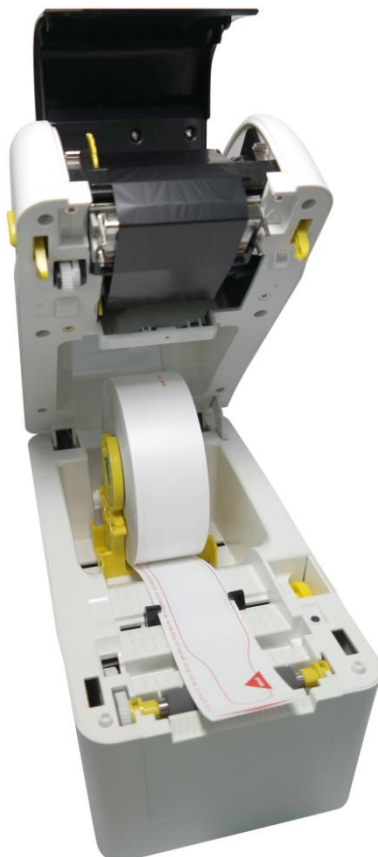

Bild 1**3. Installation Windows Druckerteiber**
- Armbandrolle und Thermotransferfolie in den Drucker einlegen (siehe Bild 1 + Handbuch des Druckers)